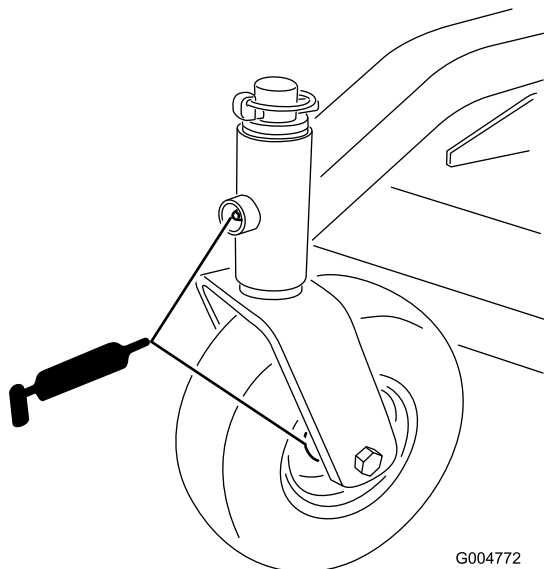

Figure 13
- bagues de pivots de roues pivotantes (Figure 13)
- roulements de roues pivotantes (Figure 13)